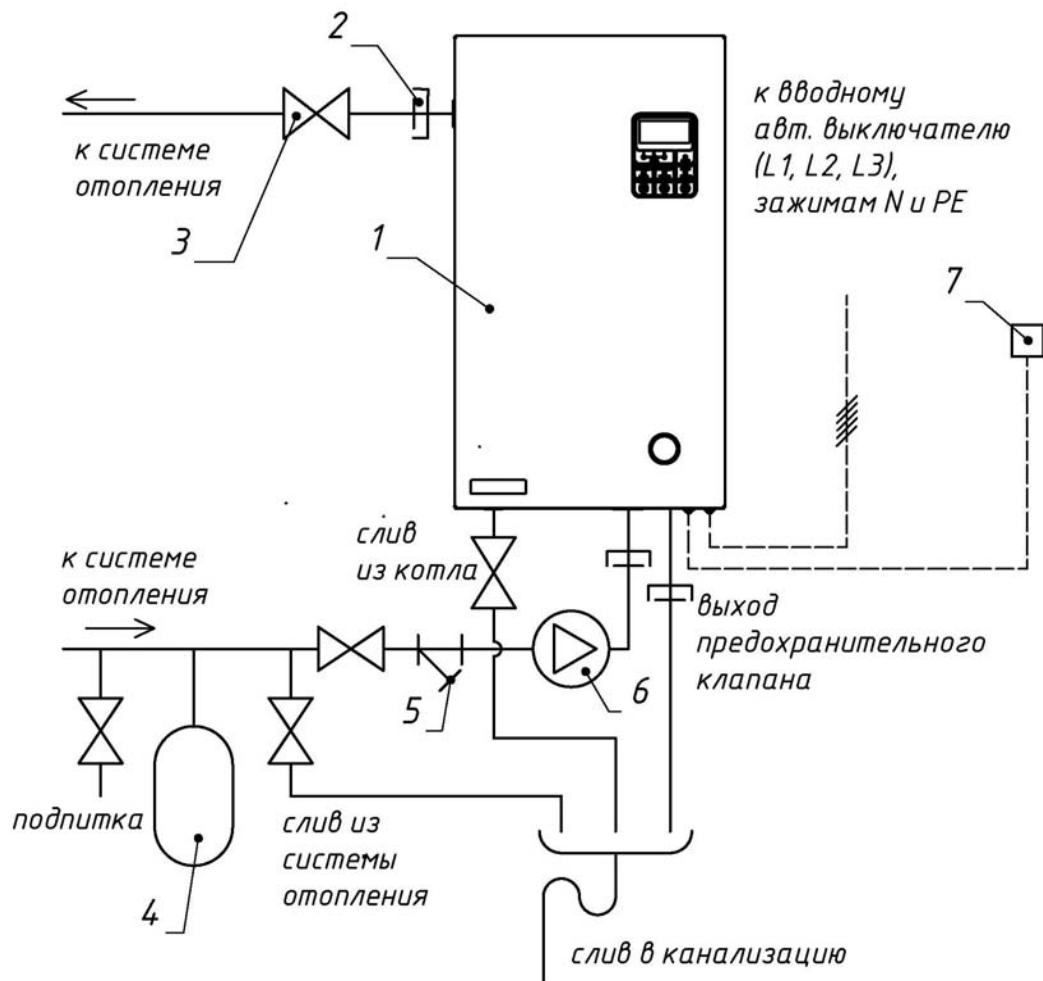
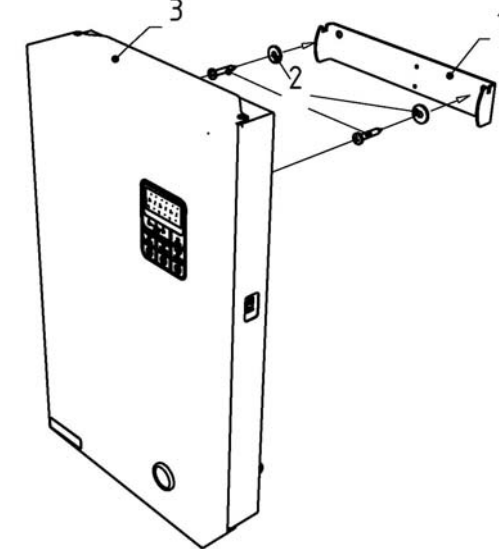

Рис. 6 Упрощенная схема подключения прибора в отопительную систему.
Рис. 7 Монтаж котла на стену
- ✓ Произвести разметку и установить кронштейн (1) (Рис. 7) на поверхности стены в горизонтальном положении. Крепеж (2) подбирается исходя из материала стен.
- ✓ Закрепить прибор (3) на кронштейне (1). Проверить что между прибором и стеной остался зазор обеспечивающий естественную циркуляцию воздуха в приборе.
- ✓ Присоединить прибор к системе отопления через разъемные муфты (Рис. 6)